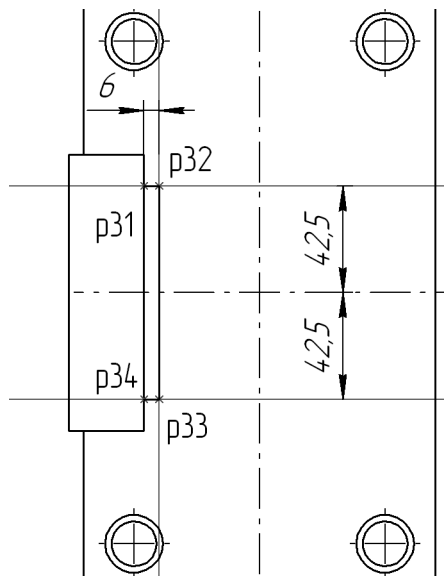

Рис. 51.85.
7. Постройте три вспомогательные прямые по размерам на рис. 51.85.